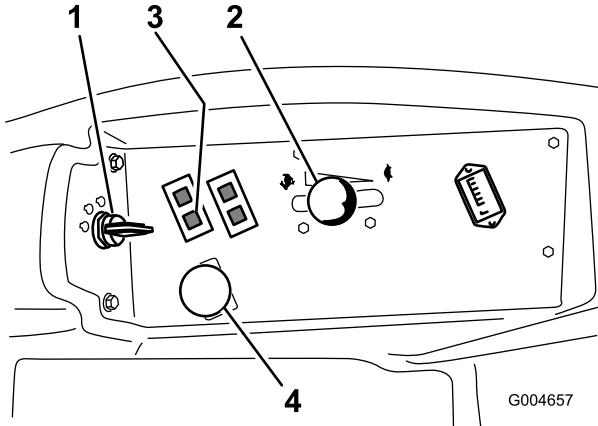

Figure 15
4. Placez la commande de prise de force (PDF) en position désengagée (Figure 15).
- Réglez la commande d'accélérateur à mi-course entre les positions bas et haut régime (Figure 15).